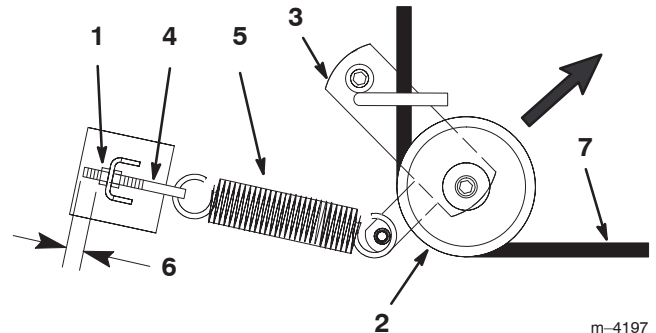
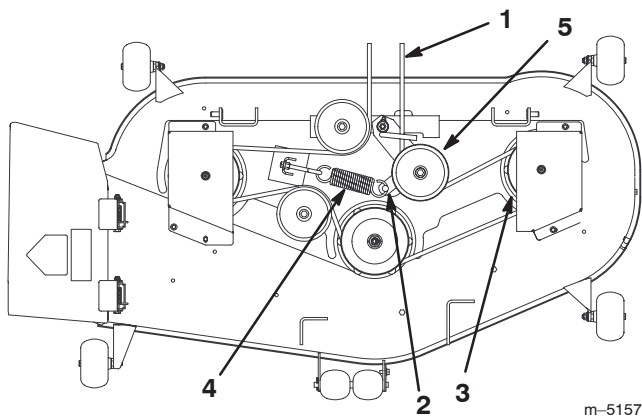

Figure 43
Figure 44
- Tirez la poulie de tension dans la direction indiquée à la Figure 43 et retirez la courroie des poulies.
- Faites passer la courroie neuve dans le bras de tension et autour de la poulie de tension (Fig. 43).
- Tirez la poulie de tension dans la direction indiquée à la Figure 43 et acheminez la courroie autour des autres poulies (Fig. 44).
Remarque : Vérifiez qu'une longueur de 3 mm (1/8 pouce) de filetage du boulon à œil est visible (Fig. 43).